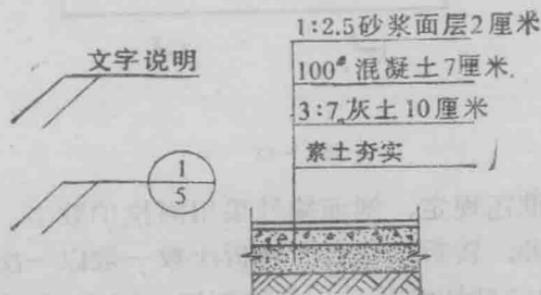

图1-14
(4) 引出线：引出线用细实线绘制。由于受图面大小的限制，图纸上某一部位的说明性文字，如标高、尺寸、做法等无法在原处注明。此时，可用引出线将说明文字引到适当部位加以注解。引出线的画法如图1-14所示。